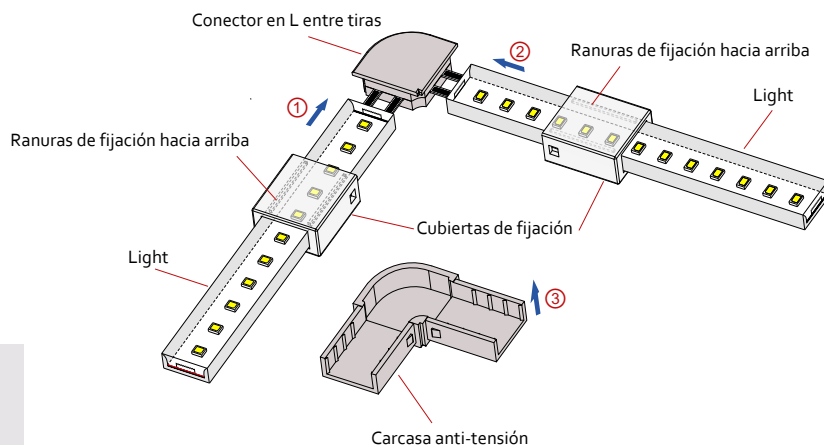

Fig. 7.5
- Fig. 7.5 — Por favor, realice el montaje de acuerdo a los pasos ① ② ③ ④ ⑤ ⑥ ⑦ y asegúrese de que las dos ranuras de fijación estén hacia arriba.